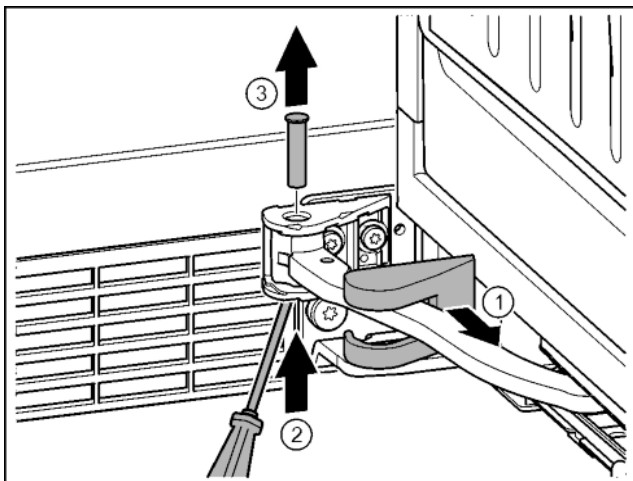

Fig. 17
► Снять крышку опорного кронштейна и переместить вдоль шарнира. Fig. 17 (1)
► Рукой или отвёрткой приподнять палец снизу. Fig. 17 (2)
► Вставить отвёртку под головку пальца и вытянуть его. Fig. 17 (3)